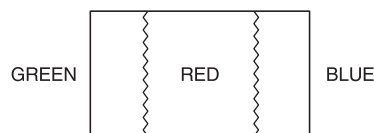

Рис. 6. Вид экрана при регулировке чистоты цвета
- ослабить кольцевой стопор (Ring Lock) и отрегулировать магниты чистоты (PURITY) так, чтобы красное поле находилось в центре экрана (рис. 6); затянуть кольцевой стопор;